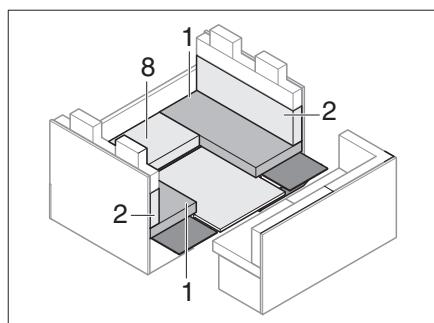

Fig. 201 Durante la transformación
- Quitar el cojín del asiento (Fig. 201, 8) y la subestructura.